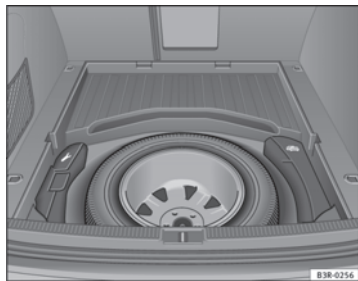

Fig. 192 Rueda de repuesto con llanta de acero
- Gire a mano la rueda moleteada ⇒ fig. 192 en el sentido contrario al de las agujas del reloj.